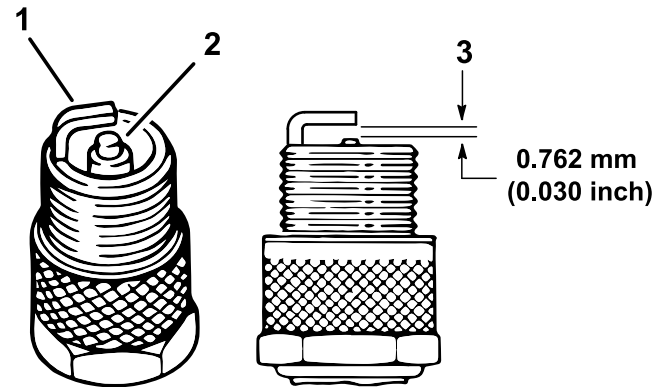

Figura 43
central para verificar que no están dañados (Figura 43).
5. Ajuste la distancia entre los electrodos central y lateral a 0.76 mm (0.03"), como se muestra en la Figura 43.